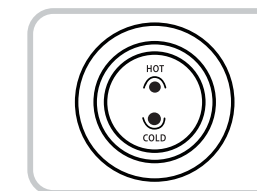

Fig.4
10. Gire en sentido contrario a las manijas del reloj la tapa de drenaje para abrirla y drene el agua de los tanques. No incline la unidad para drenar el agua. (Fig. 4)